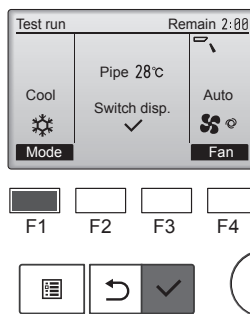

Fig. 7-3
- 1 Appuyez sur la touche [F1] pour changer de mode de fonctionnement. (Fig. 7-3)